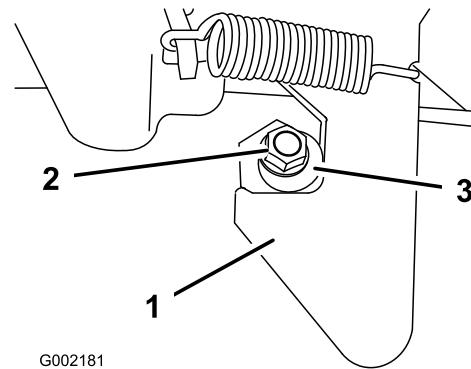

図 21
2. 荷台前部を静かに降下させてラッチをラッチポストに接触させる 図 21。
4. ラッチポストの端についているロックナットをゆるめる図 21。
5. ラッチポストを右回りに回転させてラッチのフック部にちょうどはまるようにする図 21。